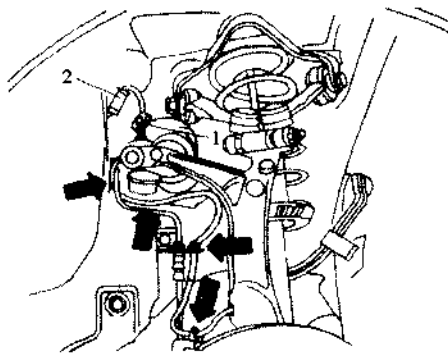
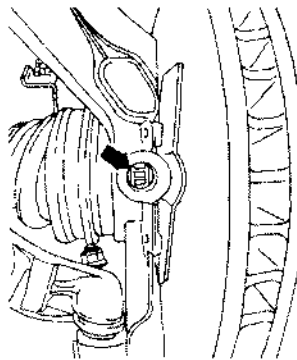

图 7.30 从车轮罩上松开护套
图 7.31 检查转子是否脏污或损坏
(1) 拆卸转速传感器, 如图 7.30 所示。
- ① 更换卡夹。
- ② 插入转速传感器前先装上密封件。
- ③ 装上转速传感器导线，将护套 1 装到定位夹内（见图 7.30）。
- ④ 将转向盘转至左右止点，检查转速传感器导线是否干涉。
- (3) 检查前轮转速传感器配合齿圈，如图 7.31 所示。